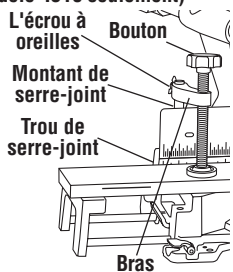

Figure 21. Serre-joint d'ouvrage
Serre-joints – Ce serre-joint permet de fixer facilement une pièce sur l'un ou l'autre des deux (2) trous de serre-joint situés derrière le guide (Figure 21 et 21a).